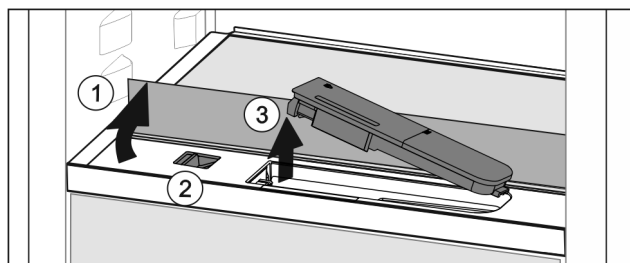

Fig. 134
- ▶ Ridicați placa de sticlă și rabatați în spate până la opritor Fig. 134 (1).
- ▶ Împingeți zăvorul Fig. 134 (2) spre stânga.
- ▶ Scoateți rezervorul de apă Fig. 134 (3).